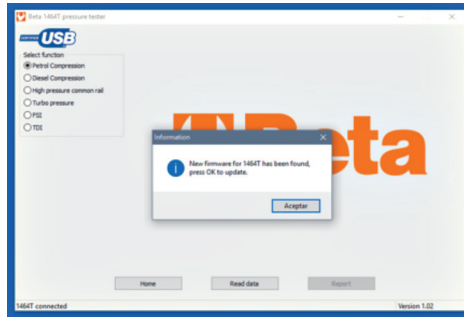

Fig. 4
- Una vez detectado el tester, el PC comprueba que en el servidor Beta haya un nuevo firmware y avisa al usuario. Veá fig. 4.